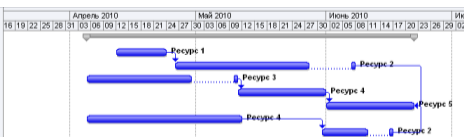

Рисунок 19 - Резерв для некритических задач
5. Для некритических цепочек (последовательностей работ) задаётся резерв времени, равный 20% от общей длительности цепочки (рисунок 19).